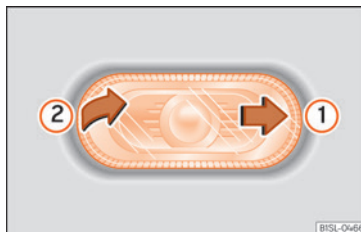
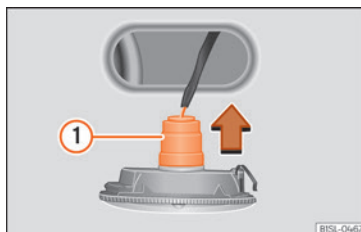

Fig. 56 Afmontering af blinklygte i siden
Fig. 57 Blinklygte på siden: udskiftning af pære
- Skub blinklygten i siden bagud med en hånd »» **Fig. 56** ①.
- Vip blinklygten i siden ud af karrosseriet ②.
- Træk pæreholderen med pæren ud i pilens retning »» **Fig. 57** ①.